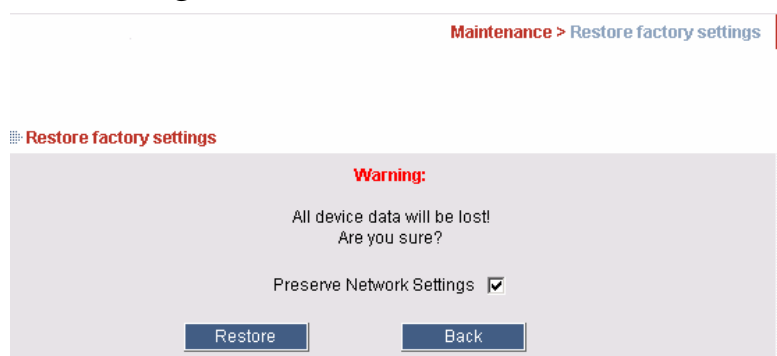

Figure 13 : Restauration des paramètres d'usine
1. À partir du menu, sélectionnez **Restore Factory Settings**. La boîte de dialogue suivante apparaît, voir Figure 13.